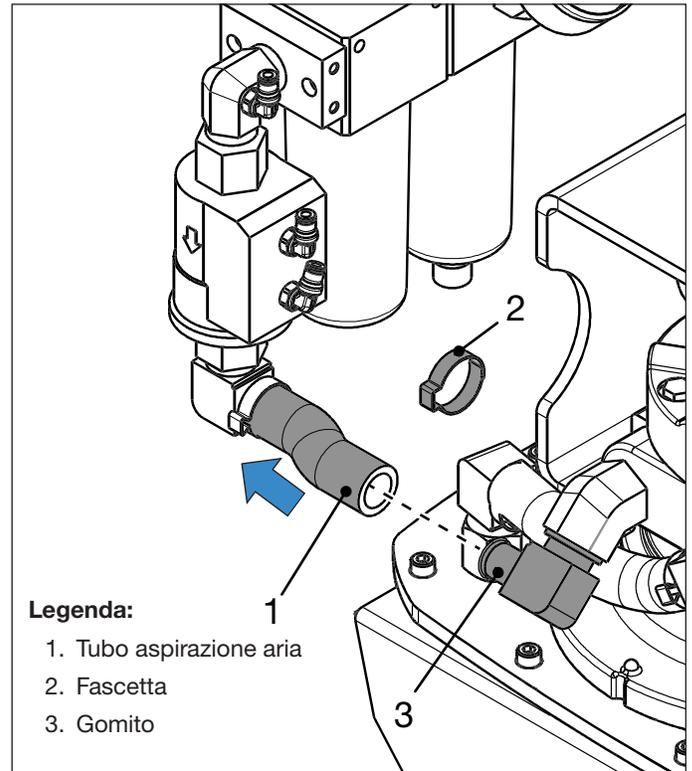

Figura 15: Tubo di aspirazione motore pneumatico
6. Rimuovere la fascetta stringitubo e staccare il tubo di aspirazione dal gomito dell'attacco di presa del motore pneumatico. Vedere Figura 15.
20. Sistemare il filtro/regolatore/lubrificatore all'interno del roll cage. Innestare il tubo di aspirazione del motore pneumatico al gomito dell'attacco di presa del motore. Fissarlo con una nuova fascetta stringitubo. Vedere Figura 15.